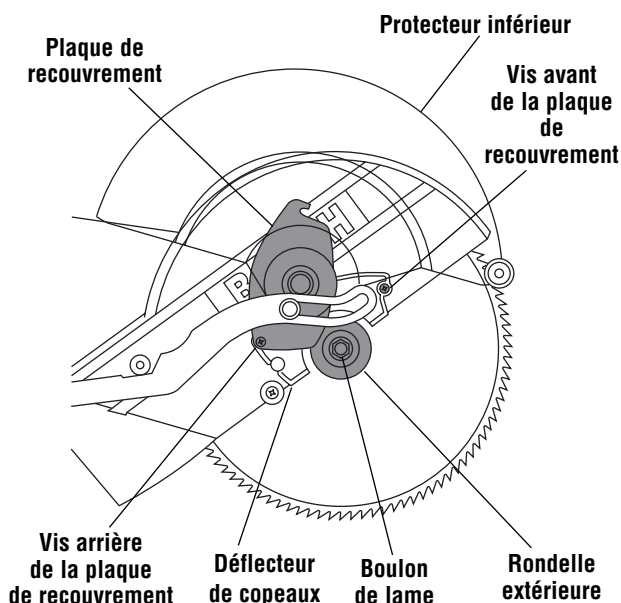

Figure 1. Dépose de la lame
2. Tournez le protecteur inférieur à la main. Desserrez la vis avant de la plaque de recouvrement suffisamment pour pouvoir soulever cette dernière (Figure 1).
3. Tournez la plaque de recouvrement en sens anti-horaire de manière à exposer le boulon de lame (Figure 1).